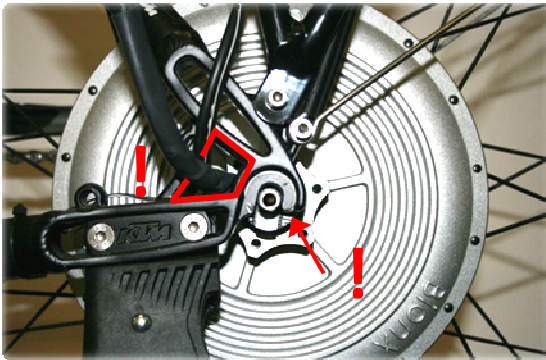
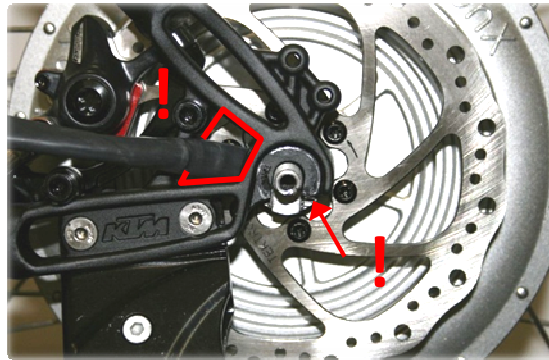

Abbildung 8: Gepäckträger Akku
Abbildung 9: Unterrohr Akku
- stellen Sie dabei auch sicher, dass die Abflachung links an der Hinterachse so ausgerichtet ist, dass sie ins linke Ausfallende passt (Abb. 8 + Abb. 9)
- fädeln Sie das Kabel vom Motor RICHTIG in das Ausfallende ein (Abb. 8 + Abb. 9)
- bauen sie das Hinterrad so ein, dass die Achse auf beiden Seiten bis zum Anschlag in den Ausfallenden sitzt (Abb. 8 + Abb. 9)